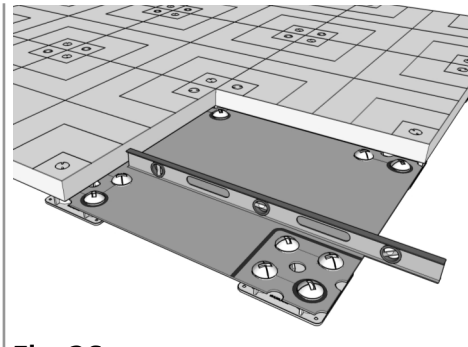

Fig. 26
(NOTA: Asegúrese de nivelar cada PIER (A) y también asegurar los Picos de ajuste (D). (Fig.26)